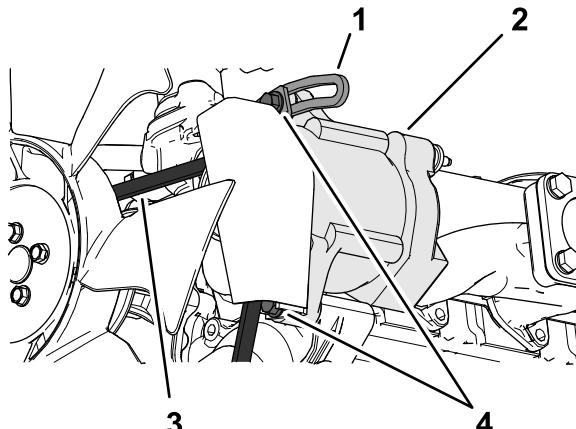

图 93
3. 松开交流发动机枢轴点上的皮带松开将发电机固定到带槽支架上的螺栓图 93。